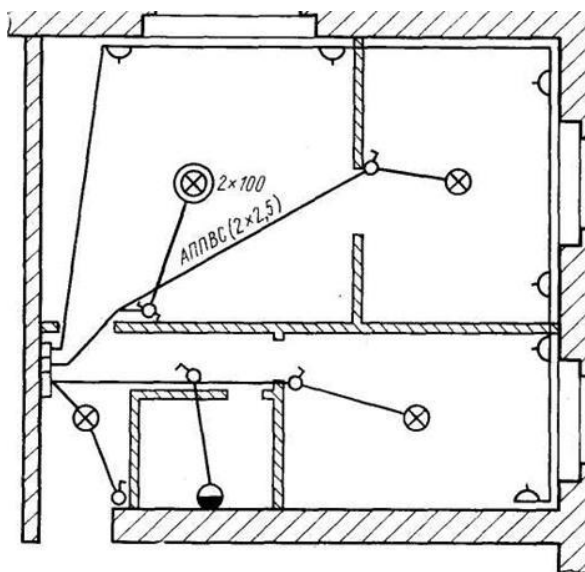

Рисунок 21
**Задание:** Создать схему по этажному плану электропроводки двухкомнатной квартиры рис.21..